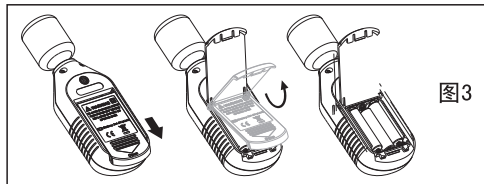

图3
- a. 本仪器的电源为3节1.5V AAA(7号)电池, 请参考图3使用下列顺序安装或更换电池.